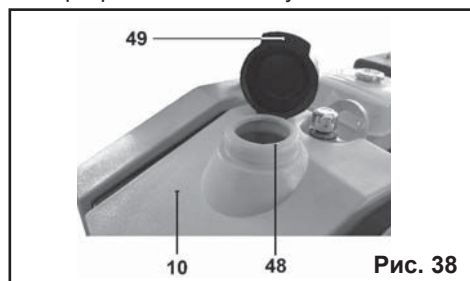

Рис. 38
В процессе трамбовки давление виброкатка на поверхность увеличивается, если наполнен бак для воды (10) (Рис. 38).
горловину (48). Объем водяного бака 70 л (Рис. 38).